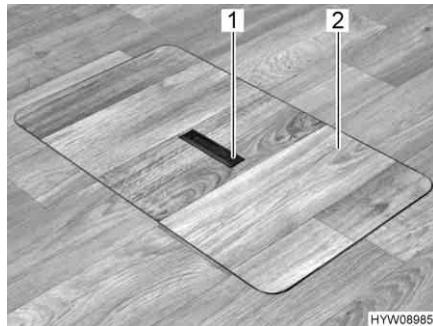
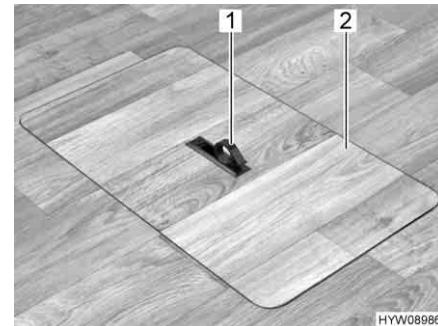

Fig. 87 Copertura vano pavimento (maniglia abbassata)
Fig. 88 Copertura vano pavimento (maniglia estratta)
- Spingere la piastra di presa (Fig. 87,1) verso il basso da un lato. La maniglia (Fig. 88,1) viene ruotata verso l'alto.
- Alzare la copertura (Fig. 88,2).
- Collegare la copertura (Fig. 88,2) nell'intelaiatura presente sul fondo.